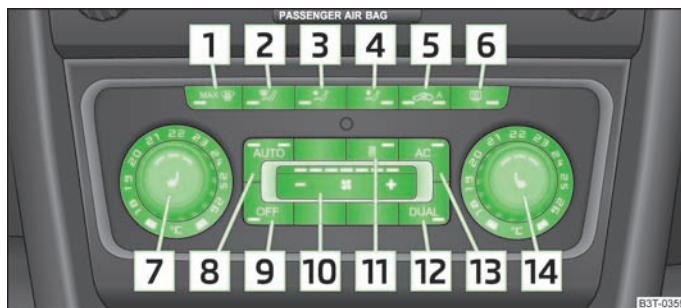

Fig. 109 Climatronic: elemente de comandă
- Apăsați tasta (AUTO) » fig. 109.
- Când parbrizul s-a aburit, apăsați tasta  **1** » fig. 109. După ce parbrizul s-a dezaburit, apăsați tasta **(AUTO)**.
➤ Apăsați tasta  » fig. 109.
➤ Apăsați tasta **11**  » fig. 109.